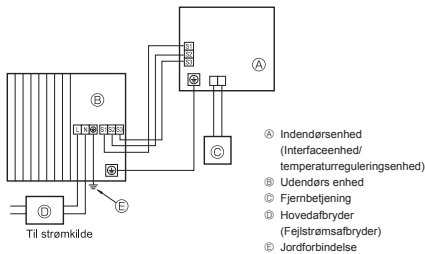
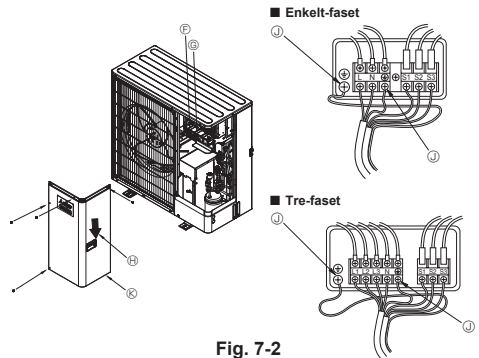

Fig. 7-1
Fig. 7-2
7.1. Udendørs enhed (Fig. 7-1, Fig. 7-2)
- 2 Før kablerne som angivet i Fig. 7-1 og Fig. 7-2